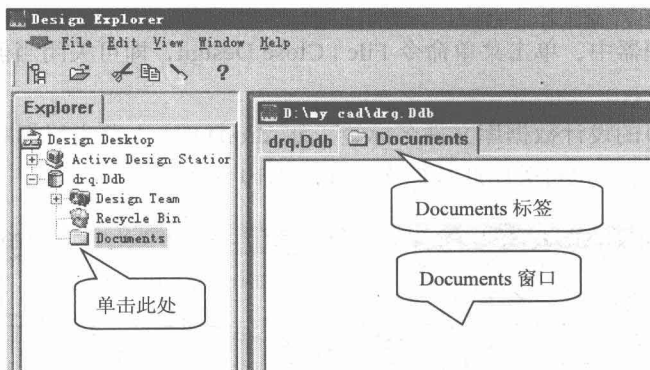

图 1.8 Documents 窗口
(3) 单击左窗口文件管理器中的 Documents 文件夹, 右窗口中为 Documents 中的内容, 当前为空, 如图 1.8 所示。